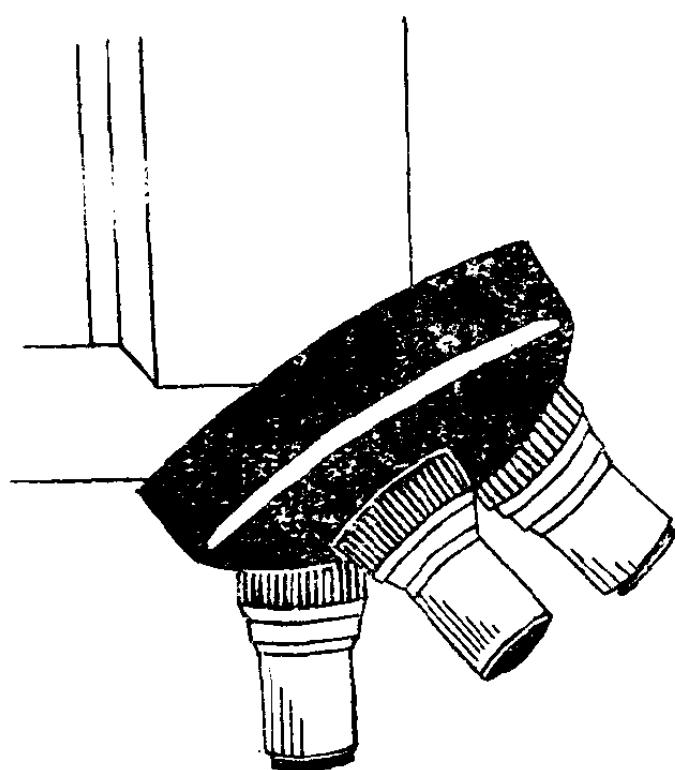

图1—5 物镜转换器外形图
(4) 物镜转换器 工作中常常需要根据标本的大小和观察要求，更换物镜和目镜。更换目镜只需从镜筒上端抽出目镜，再插入另一个目镜即可。更换物镜则是利用物镜转换器(图1—5)。它固定在镜筒下端，其上有3~4个物镜螺旋